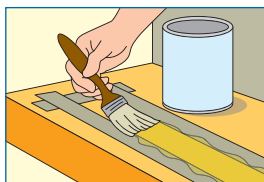

Figure 2
- Une deuxième couche peut être nécessaire sur les surfaces très poreuses (**Fig. 2**) ;